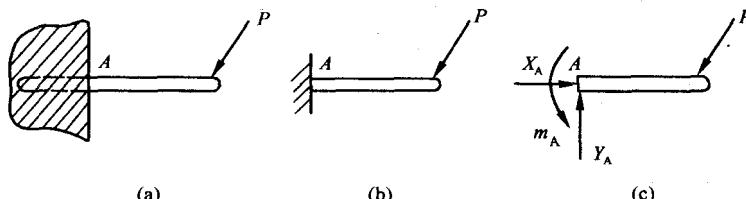

图 1-1-13
5) 固定（端）支座：固定支座除产生水平和竖直方向的约束反力外，还有一约束反力偶，如图 1-1-13 所示。